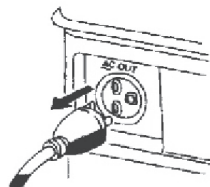

Рис. 5
**ВНИМАНИЕ! Не подключайте электрооборудование до запуска генератора!** (Рис. 5)